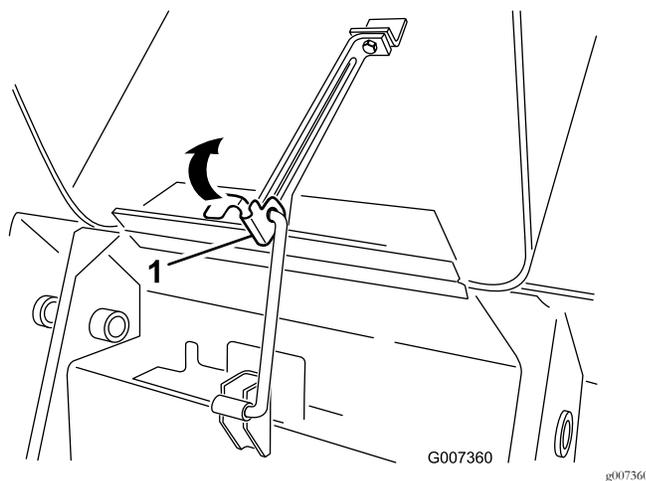

Figura 31
1. Sollevate la linguetta che assicura l'asta di supporto (Figura 31)